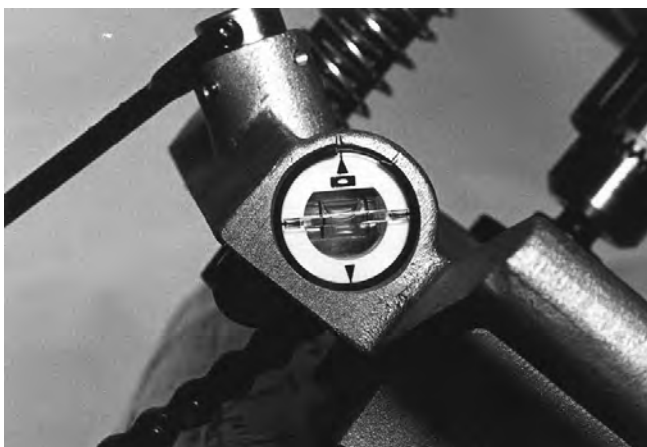

Figura 6 – Tubito del nivel de la Perforadora HC-450
- La base de la Perforadora HC-450 tiene un tubito de nivelación que puede emplearse para alinear una serie de agujeros. Coloque la Perforadora en el ángulo que desee y gire el tubito hasta la posición de nivelamiento. Nivelando la Perforadora con la ayuda del nivel, usted puede ir perforando sucesivamente agujeros en igual ángulo (vea la Figura 6).